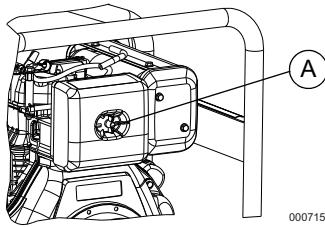

Figura 4-3. Conjunto de filtro de aire
1. Consulte la **Figura 4-3**. Gire la perilla (A) y retire la cubierta del filtro de aire.